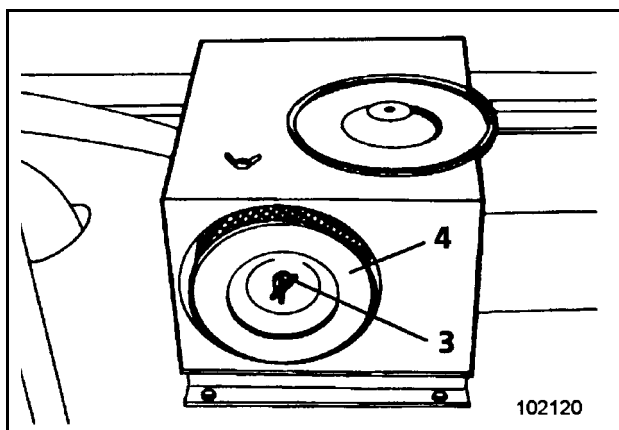

Fig. 3-33:
- Démontez l'élément filtrant principal (4, Fig. 3-33:) – comme décrit auparavant .